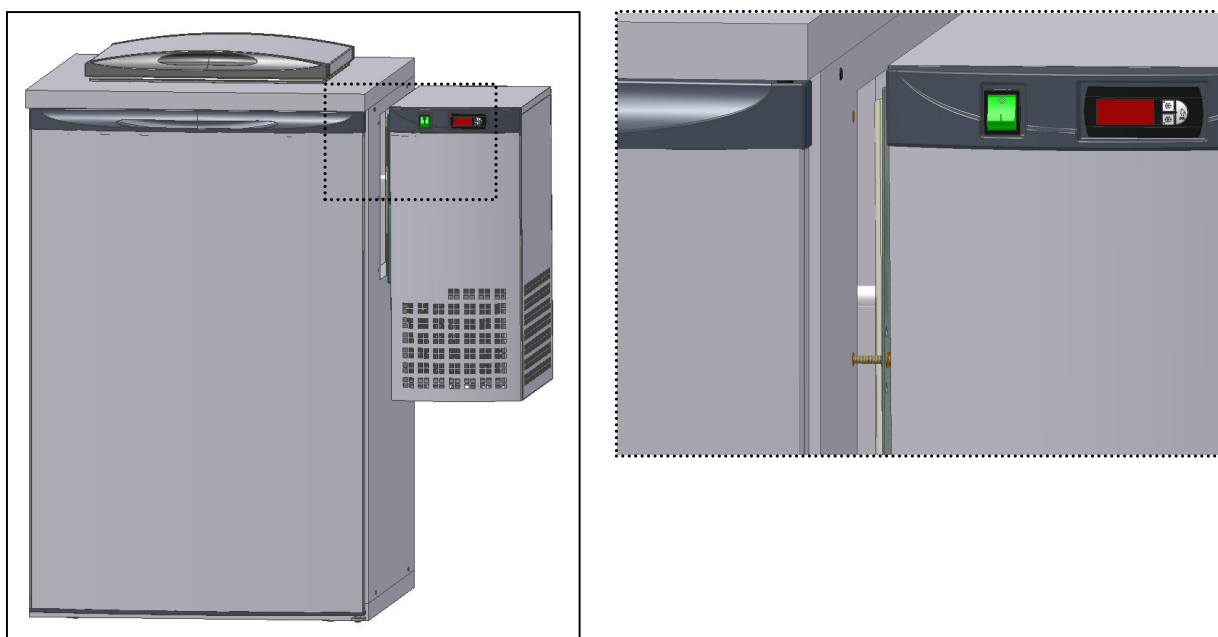

Abb. 13
- Stellen Sie die V6 auf die Öffnung des rechten Seitwand, bringen Sie die Bolzen auf dem Loch (Abb. 13);